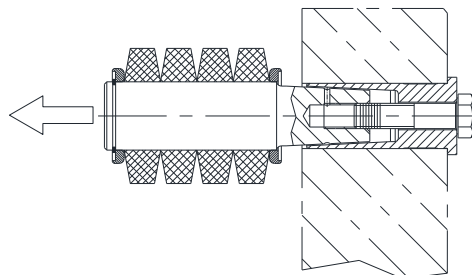

Bild 22: Demontering av bult
- Drag åt skruvarna djupare in i bulten. Fettet flödar in i bultens hål och pressar mellan bussning och bult (bild 22; komponent 4 eller 6).